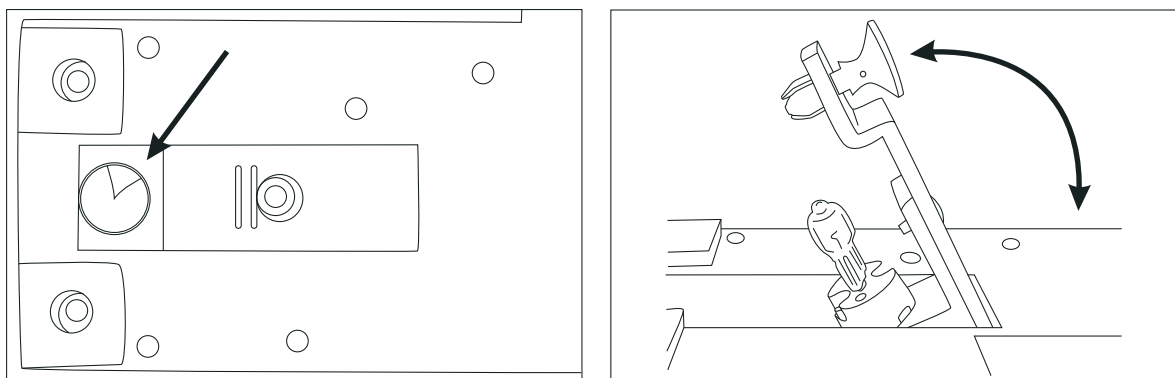

Рис. 17. Замена галогенной лампы у микроскопов Микромед 2 вариант 2-20inf и 3-20 inf.
- Потяните в направлении на себя кнопку отсека лампы (рис. 17, слева) и поверните держатель лампы.